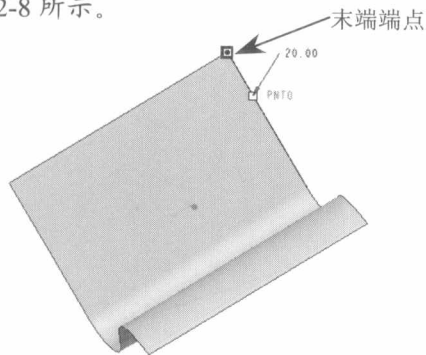
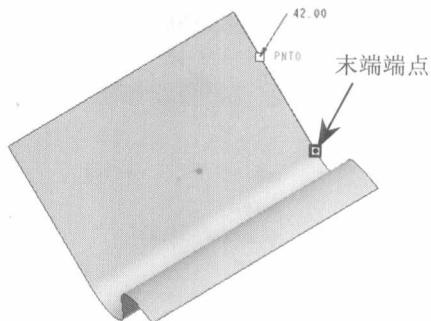

图 2-7 曲线末端在上方
图 2-8 曲线末端在下方
- **曲线末端**：曲线末端可以更改边界端点位置，如将点位置修改成“20”，边界末端位于数值上方，如图 2-7 所示。单击 **下一端点** 按钮更改末端位置，修改后数值位置变成如图 2-8 所示。